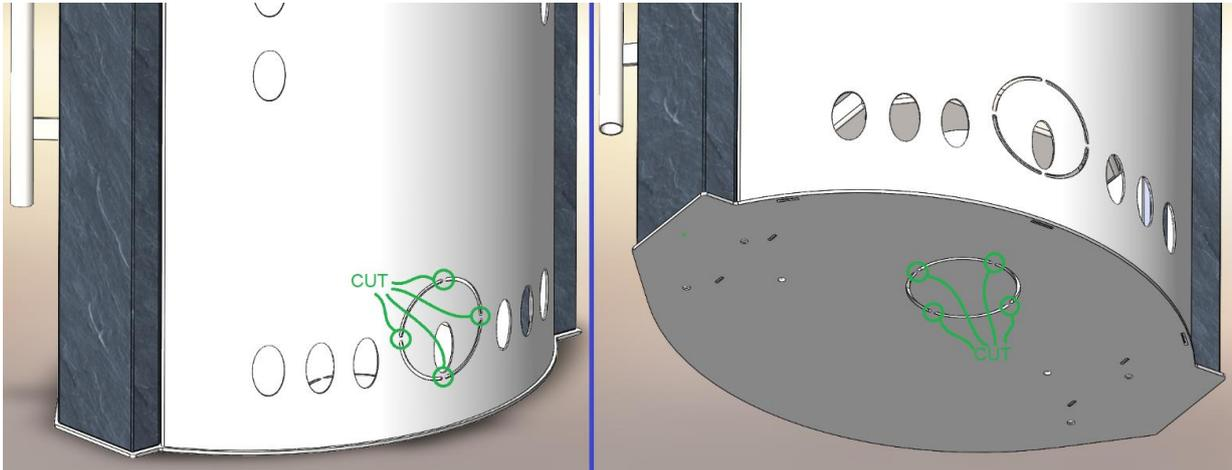

Abbildung 3 Schneiden von Mikrofugen für die Außenluftzufuhr an der Rückseite / am Boden
4. Abbildung 3 Schneiden der Mikrofugen für die Außenluftzufuhr an der Rückseite/am Boden	Seite 5
Der Kamin bietet die Möglichkeit, eine externe Luftzufuhr anzuschließen. Dafür wird ein flexibles Aluminiumrohr mit einem inneren Durchmesser von $\varnothing 150$ und eine entsprechende Schelle benötigt. Die externe Luftzufuhr wird empfohlen, wenn sich der Kamin unter ungünstigen Betriebsbedingungen befindet (Tabelle 3), sowie zur Steigerung der Effizienz (Für einen ordnungsgemäßen Betrieb des Kamins ist eine Luftzufuhr erforderlich. Wenn Raumluft verwendet wird, muss das Fenster häufiger geöffnet werden). Die Anschlussdarstellung an die externe Luftzufuhr ist in Abbildung 3. und 4. zu sehen. Der Anschluss kann durch den Boden des Raumes oder durch die Wand erfolgen.